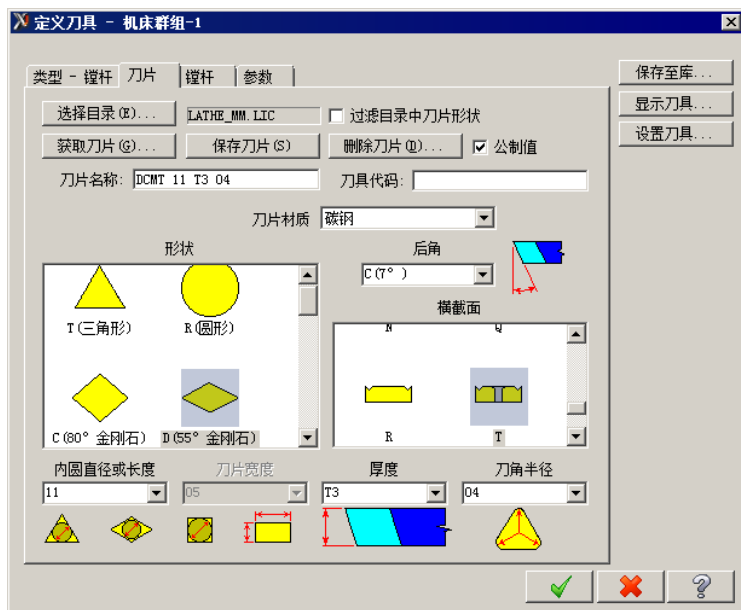

图 8.9.4 “定义刀具-机床群组-1”对话框
Step1. 在“车削粗车 属性”对话框中选择“T0909 R0.4”刀具并双击，系统弹出“定义刀具-机床群组-1”对话框，设置刀片参数如图 8.9.4 所示。在“定义刀具-机床群组-1”对话框中单击 **镗杆** 选项卡，在 **刀柄图形** 区域的 **A:** 文本框中输入值 15.0，在 **C:** 文本框中输入值 10.0，单击该对话框中的 按钮，系统返回至“车削粗车 属性”对话框。